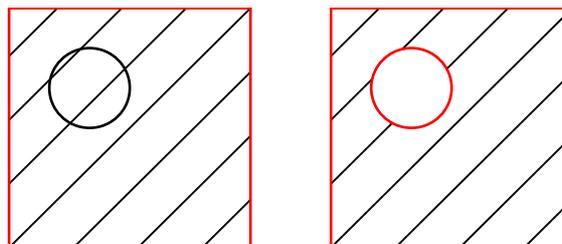

Abbildung 45: Inseln müssen selektiert werden damit sie nicht durchgehend schraffiert werden.
3. Selektieren Sie die Kontur(en), die Sie schraffieren oder füllen wollen. Beachten Sie, dass Inseln innerhalb von Konturen ebenfalls selektiert werden müssen, damit sie nicht durchgehend schraffiert oder gefüllt werden (Abbildung 45).